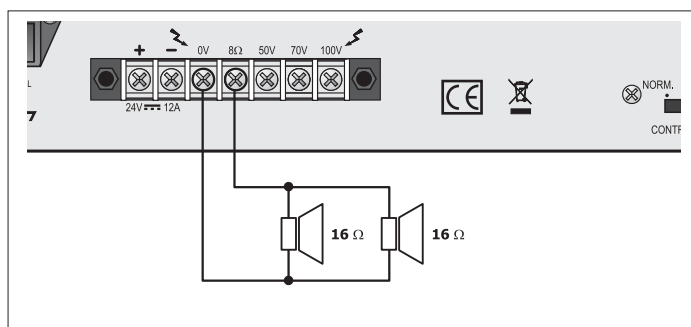
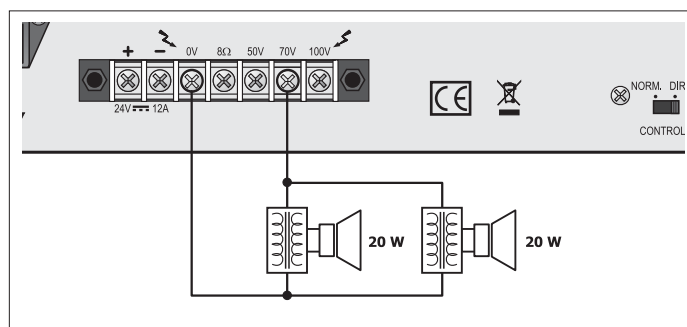

Fig. 3.7.1
Fig. 3.7.2
Le uscite di potenza per i diffusori sono disponibili sulla morsettiera (8). È possibile realizzare un impianto di diffusione sonora utilizzando sia diffusori a bassa impedenza (fig. 3.7.1), sia diffusori dotati di trasformatore di linea (fig. 3.7.2). In entrambi i casi il carico complessivo non deve essere tale da sovraccaricare l'amplificatore: non applicare cioè diffusori o gruppi di diffusori con impedenza più bassa di quella nominale della presa alla quale sono collegati.
The power outputs for the loudspeakers are available on the terminal strip (8). It is possible to set up a sound-broadcasting system using either low-impedance loudspeakers (fig. 3.7.1) or loudspeakers equipped with a line transformer (fig. 3.7.2). In both cases the overall load must not be such as to overload the amplifier. This means that you must not apply loudspeakers or groups of loudspeakers with an impedance lower than the rated impedance of the socket to which they are connected.